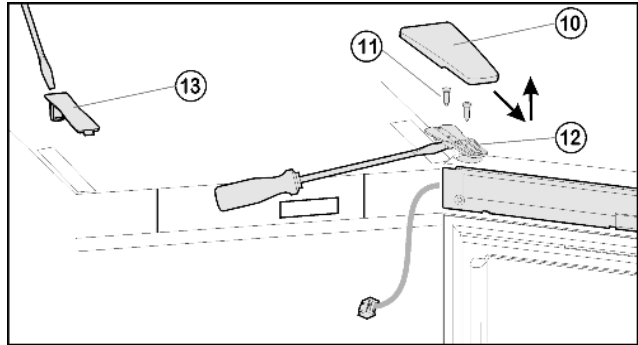
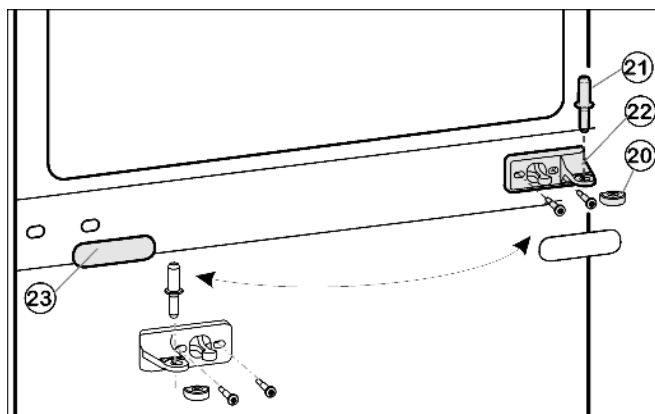
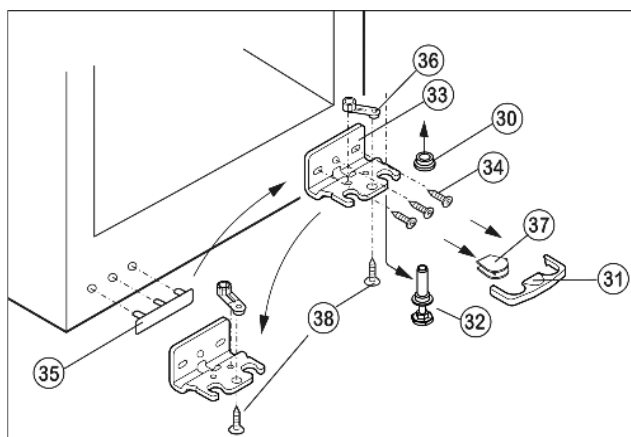

Fig. 5
Fig. 6
Fig. 7
- ▶ Крышку Fig. 5 (10) снимите движением вперед и вверх.
- ▶ Снимите крышку Fig. 5 (13).
- ▶ Полностью выверните винты Fig. 5 (11).
- ▶ Снимите дверцу вместе с опорным кронштейном Fig. 5 (12) и кабелем вверх. Для снятия, возможно, понадобится осторожно подцепить опорный кронштейн снизу шлицевой отверткой.
- ▶ Извлеките средний опорный палец Fig. 6 (21) из среднего опорного кронштейна Fig. 6 (22) и нижней дверцы.
- ▶ Пластмассовый колпачок Fig. 6 (20) снимите.
- ▶ Снимите средний опорный кронштейн Fig. 6 (22).
- ▶ Осторожно снимите накладку Fig. 6 (23).
- ▶ Открутите средний кронштейн Fig. 6 (22) и прикрутите его с поворотом на 180° на новую сторону шарнира с усилием мин. 4 Нм.
- ▶ Защелкните накладку Fig. 6 (23), повернув на 180°, на стороне, где теперь будет ручка.
- ▶ Предохранитель Fig. 7 (31) снимите движением вперед.
- ▶ Снимите крышку Fig. 7 (37).*
- ▶ Полностью вверните регулируемую опору Fig. 7 (32).
- ▶ Вытяните опорный палец Fig. 7 (32) вниз и вперед. При этом следите за гнездом шарнира Fig. 7 (30).
- ▶ Открутите опорный кронштейн Fig. 7 (33) (3 шт. Torx 25) Fig. 7 (34).
- ▶ Открутите опорную деталь Fig. 7 (36) (1 Torx 25) Fig. 7 (38) и, переставив в отверстие на противоположной стороне опорного кронштейна, снова прикрутите.
- ▶ Осторожно приподнимите и переставьте крышку Fig. 7 (35) со стороны ручки.
- ▶ Снова прикрутите опорный кронштейн Fig. 7 (33) на новой стороне шарнира при необходимости с помощью аккумуляторного шуруповерта с усилием мин. 4 Нм.
- ▶ Установите крышку Fig. 7 (37) на противоположной стороне.*
- ▶ Предохранитель (31) нужно зафиксировать сбоку на кронштейне, чтобы опорный палец и двери были защищены от выпадения.
- ▶ Снова защелкните предохранитель (31) на опорном кронштейне.
- ▶ Наденьте гнездо шарнира Fig. 7 (30).
- ▶ Установите дверцу сверху на нижний опорный палец Fig. 7 (32).
- ▶ Снова наденьте пластмассовый колпачок Fig. 6 (20) на средний опорный кронштейн Fig. 6 (22).
- ▶ Вставьте средний опорный палец *Fig. 6 (21)* через средний опорный кронштейн *Fig. 6 (22)* в нижнюю дверцу.
- ▶ Установите верхнюю дверцу на средний опорный палец *Fig. 6 (21)*, закройте дверцу и установите верхний опорный кронштейн *Fig. 5 (12)* так, чтобы он защелкнулся в верхней стороне устройства.
- ▶ Прикрутите опорный кронштейн *Fig. 5 (12)* с усилием мин. 4 Нм. При необходимости сделайте отверстия или используйте аккумуляторную отвертку.
- ▶ Защёлкните крышку *Fig. 5 (10)* и крышку *Fig. 5 (13)*.
- ▶ При необходимости выровняйте дверцу через два продольных паза в нижнем опорном кронштейне *Fig. 7 (33)* и среднем опорном кронштейне *Fig. 6 (22)* параллельно корпусу устройства. Для этого выкрутите средний винт на нижнем опорном кронштейне *Fig. 7 (33)*.